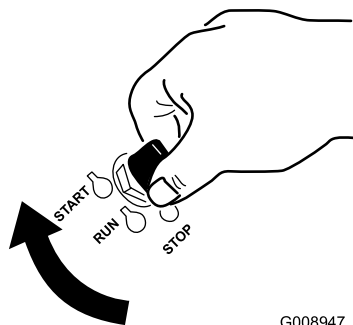

Figura 31
1. Rode a chave da ignição para a posição ARRANQUE (Figura 31).